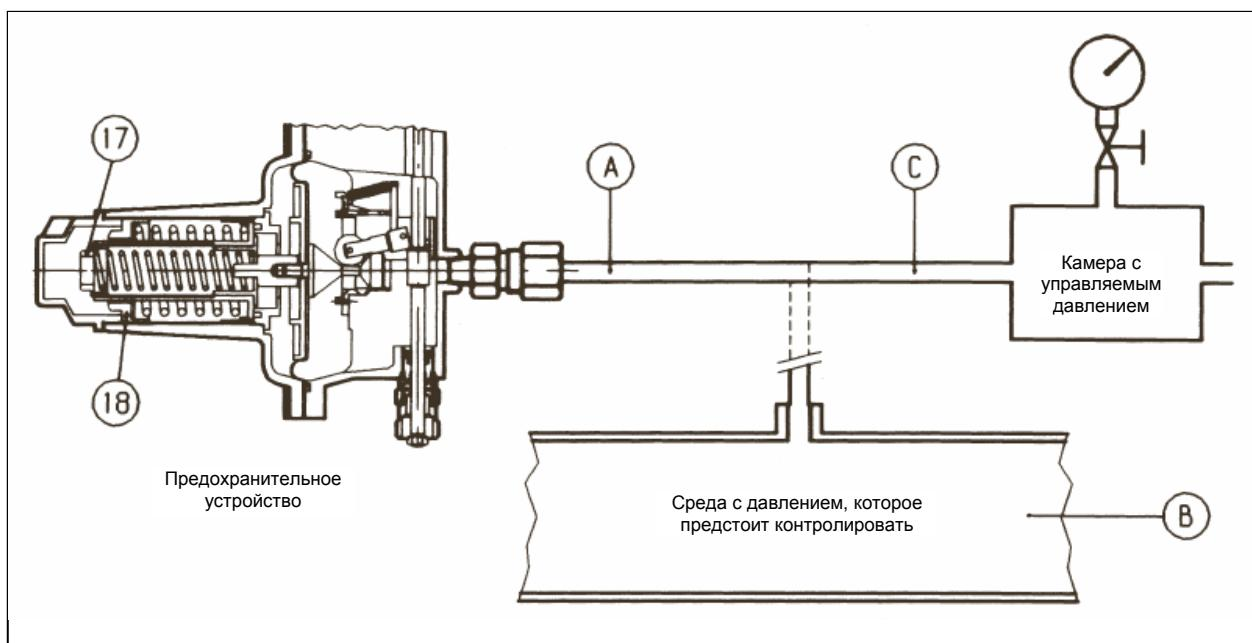

Рис. 17
- В) В устройствах без нажимного клапана (Рис. 17) мы рекомендуем отдельно подключать контрольную головку к вспомогательному источнику управляемого давления, после чего повторить все описанные выше операции.
В) В устройствах без нажимного клапана (Рис. 17) мы рекомендуем отдельно подключать контрольную головку к вспомогательному источнику управляемого давления, после чего повторить все описанные выше операции.